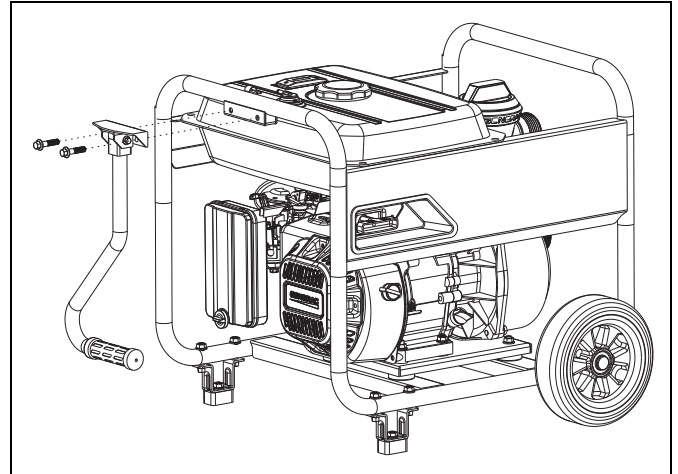

Figura 4-2. Fijación del asa
2. Fijación del asa (Figura 4-2.).